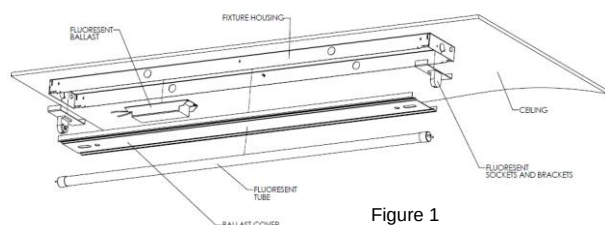

Figure 1
2. Retirer les lampes fluorescentes existantes et le couvent du ballast (Fig. 1).
3. Débrancher le ballast fluorescent du câblage à tension régulière, retirer le ballast fluorescent, le câblage, les douilles et les supports. Garder le reste du boîtier en place (Fig. 1). Si les supports de métal à l'extrémité du luminaire qui supportent les douilles ne peuvent être retirés, passer l'étape 5.